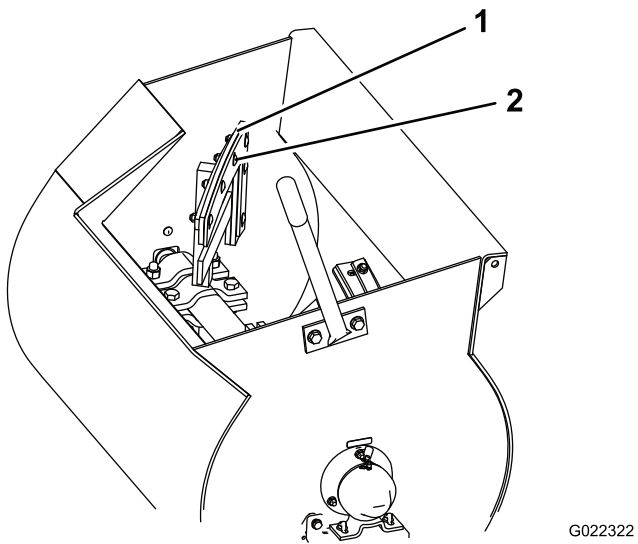

Figure 36
4. Desserrez les écrous et boulons qui fixent les lames aux pales (Figure 36).